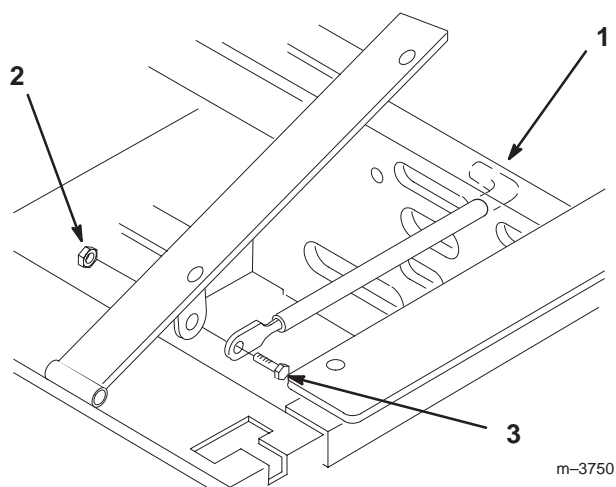

Figure 3
1. Basculez le siège en avant. Enlevez le contre-écrou (5/16 pouce) qui est vissé sur le boulon fixant la tige sur l'armature du siège (Fig. 3).
2. Déposez la tige du siège et insérez l'extrémité en "L" dans le trou situé juste au-dessus du côté gauche de la pompe hydraulique (Fig. 3).
3. Placez la tige à l'extérieur de la patte de montage de l'armature du siège, et fixez-la en place à l'aide du boulon (5/16 x 1 pouce) et du contre-écrou (5/16 pouce) (Fig. 3).